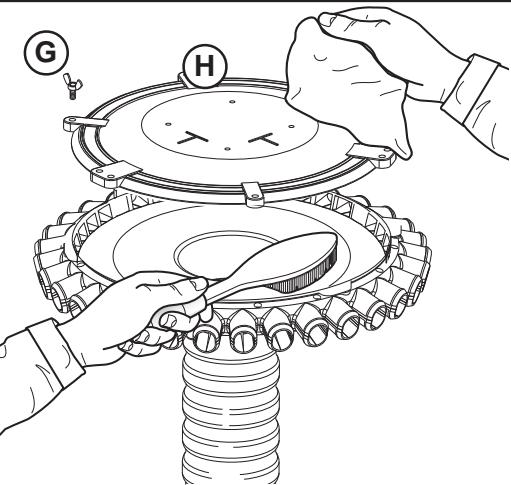
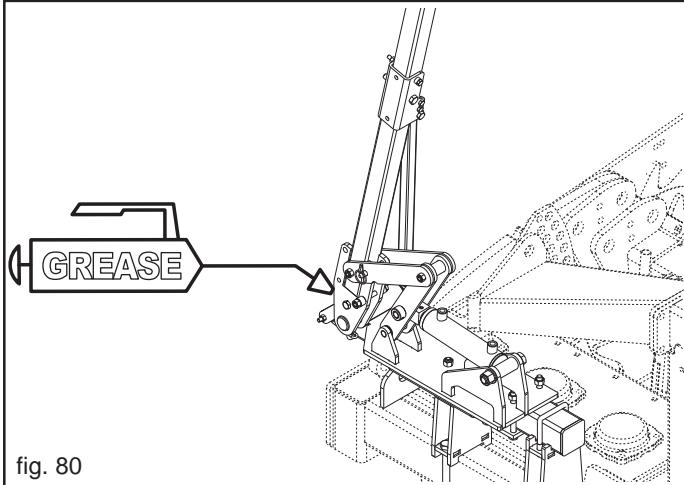
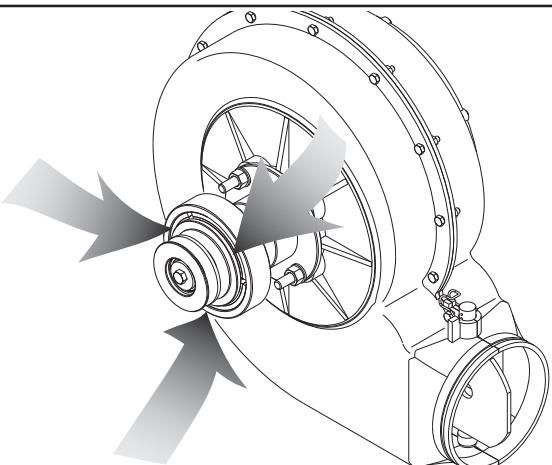

fig. 79
fig. 80
fig. 81
| OGNI 50 ORE DI LAVORO | <ul style="list-style-type: none"> - Effettuare una completa ed accurata pulizia del corpo dosatore (vedi capitolo 3.4). - Effettuare una completa ed accurata pulizia della testa di distribuzione (Fig. 79): <ul style="list-style-type: none"> • Allentare e togliere i dadi ad alette (G); • Togliere il coperchio del distributore (H); • Pulire con una spazzola le parti in metallo e con un panno le parti di plastica; • Rimontare il coperchio e fissarlo con i dadi ad alette. - Ingrassare il perno del braccio segnafile (Fig. 80). - Pulire con getto d'aria la frizione della soffiente (Fig. 81). |